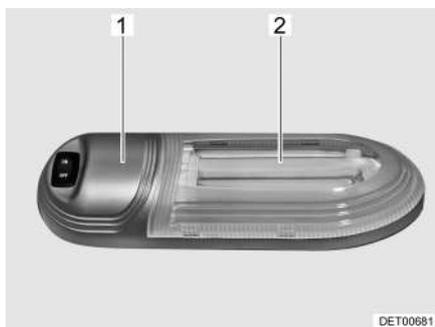

Fig. 109 Lámpara de garaje
- Empujar la cubierta transparente (Fig. 109,2) hacia la derecha venciendo la ligera resistencia y retirarla.
- Extraer la lámpara fluorescente compacta de la carcasa (Fig. 109,1) hacia la derecha y desmontarla.